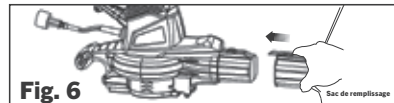

Fig. 6
1. Fixer le connecteur du sac de ramassage au tube de sortie du boîtier. Enfoncer le connecteur du sac de ramassage dans le tube de sortie jusqu'à ce qu'il se mette en place avec un « clic », comme illustré à la fig. 6.